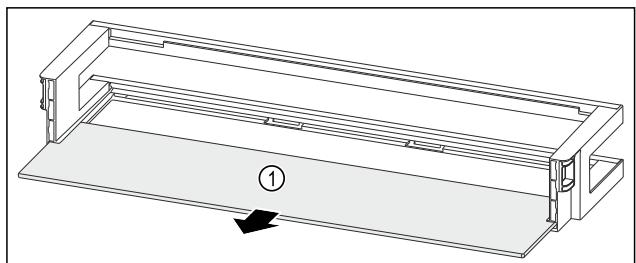

Fig. 90 Дверная полка со съемной полкой
- Извлеките съемную полку Fig. 90 (1).